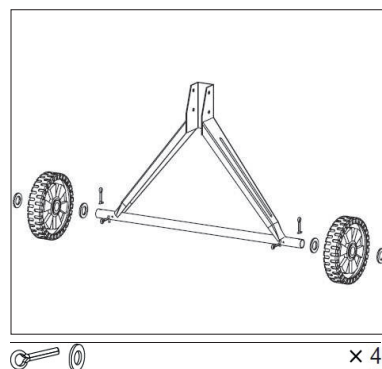

Fig.5
2. Quindi montare il gruppo ruota sull'asse. Montare una rondella a sinistra e a destra di ogni ruota. Le ruote vengono quindi fissate con una spina di sicurezza (Fig. 5).